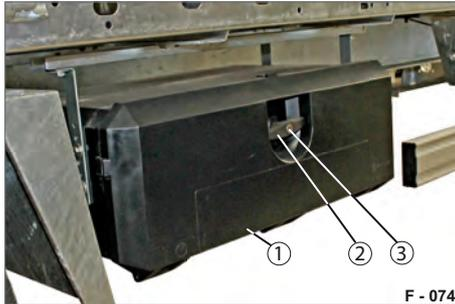
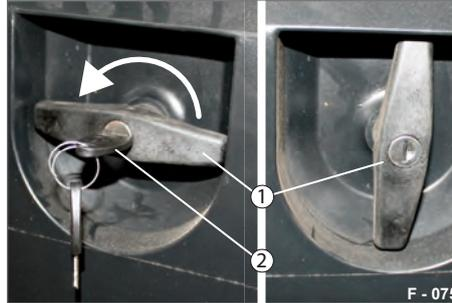

Abb. 103 Übersicht, Werkzeugkasten
Abb. 104 Griff geschlossen / geöffnet
- ▶ Deckel (Abb. 103/1) mit dem Schlüssel (Abb. 104/2) aufschließen.
- ▶ Griff (Abb. 104/1) nach links drehen.